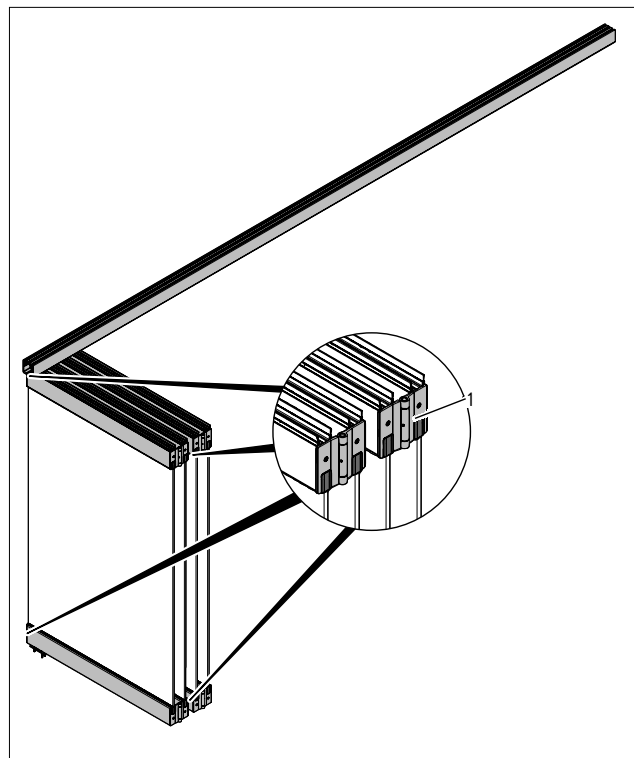

Abb. 24 Faltbänder prüfen (Beispielabbildung mit FSW EASY Safe)
1. Sämtliche Faltbänder („Abb. 24 Faltbänder prüfen (Beispielabbildung mit FSW EASY Safe)“ auf Seite 15/1) auf ihren festen Sitz prüfen und bei Bedarf Schrauben nachziehen oder austauschen.